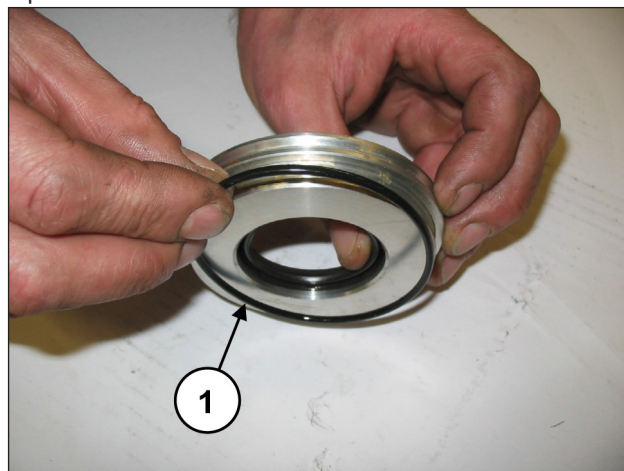

Fig. 94
Colocar la junta tórica (pos. ①, Fig. 94) en el alojamiento de la tapa de retención.